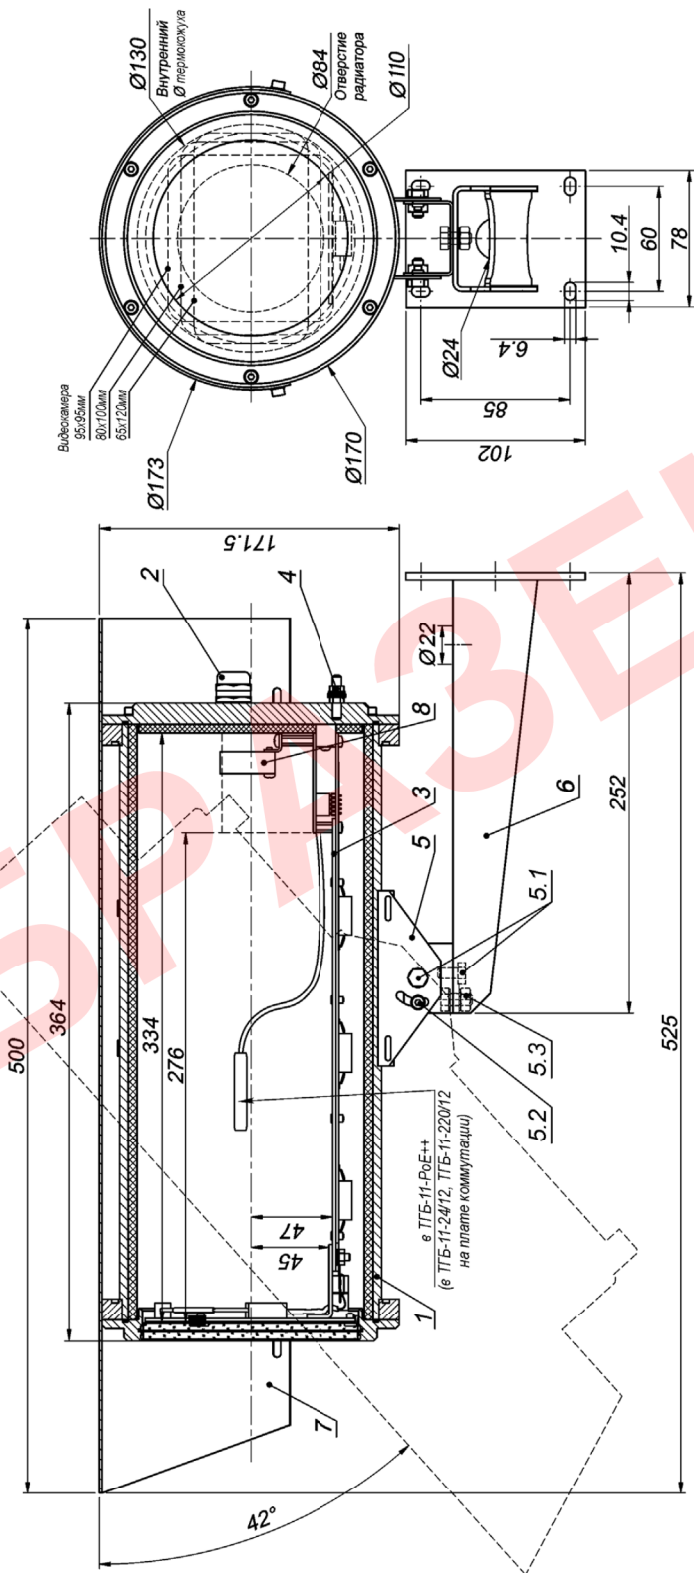

Рисунок 1 – Состав, габаритные и установочные размеры термокожуха
В состав изделия входят (см. рисунок 1):
1. Выкрутить 6 винтов крепления задней крышки термокожуха и выдвинуть модуль для установки видеокамеры 3 (рисунок 1) из кожуха.
8. Заземлить термокожух с помощью клеммы заземления 4 (рисунок 1).